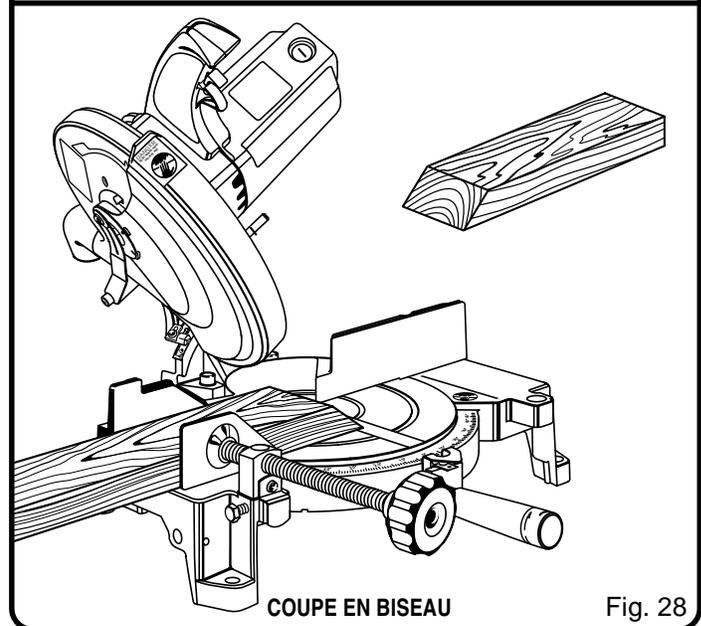

Fig. 28
- Abaissez doucement la lame au travers de la pièce. Voir la Figure 28.